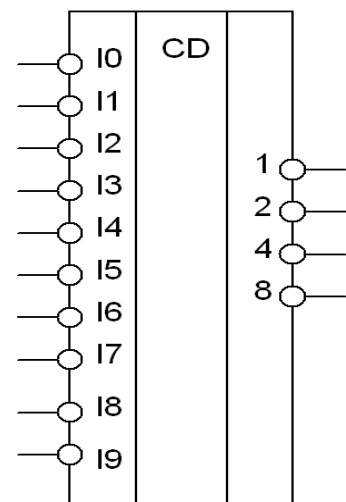

Рис.18
**Вопрос 53.** На входе I6 микросхемы рис.18 подан сигнал
**Вопрос 54.** На входы I3 и I8 микросхемы рис.18 подан сигнал низкого уровня, на остальных входах сигналы высокого уровня. Какие уровни сигналов будут на выходах микросхемы?